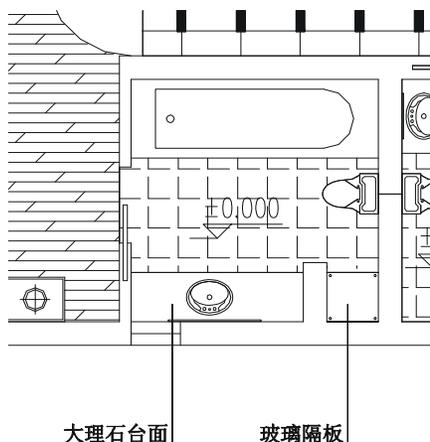

图 6-1-85
**STEP 05** 用鼠标双击复制得到的文字标注 ,即弹出文字编辑对话框 ,将其中的文字改为“大理石台面” ,并单击“确定”按钮 ,并将修改后的文字进行适当移动即可 ,如图 6-1-85 所示。